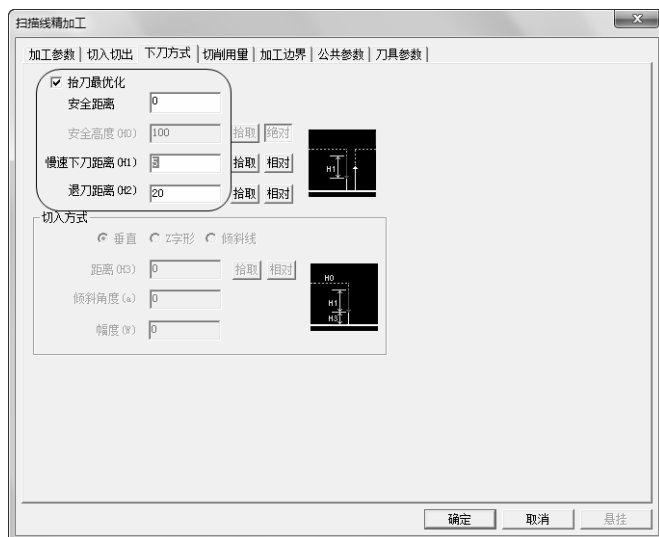

图 3-20 “下刀方式”选项卡
3) 单击“下刀方式”选项卡，勾选“抬刀最优化”，设置“安全距离”、“慢速下刀距离”、“退刀距离”，具体参数数值如图 3-20 所示。